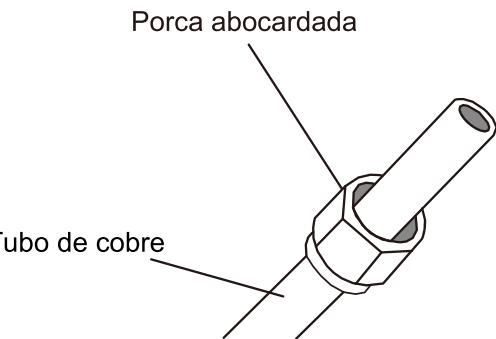

Fig. 5.3
3. Coloque as porcas abocardadas em ambas as extremidades do tubo. Certifique-se de que as porcas estão na posição correta, uma vez que não as pode reajustar nem mudar a sua posição depois de realizar o abocardado. Consulte a **Fig. 5.3**.